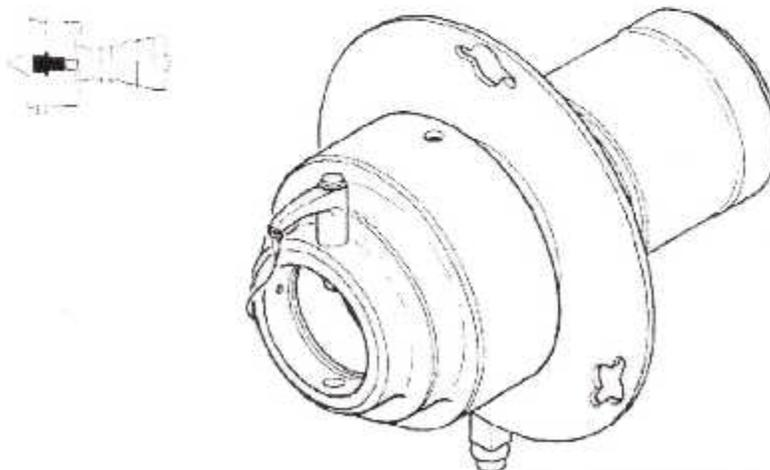
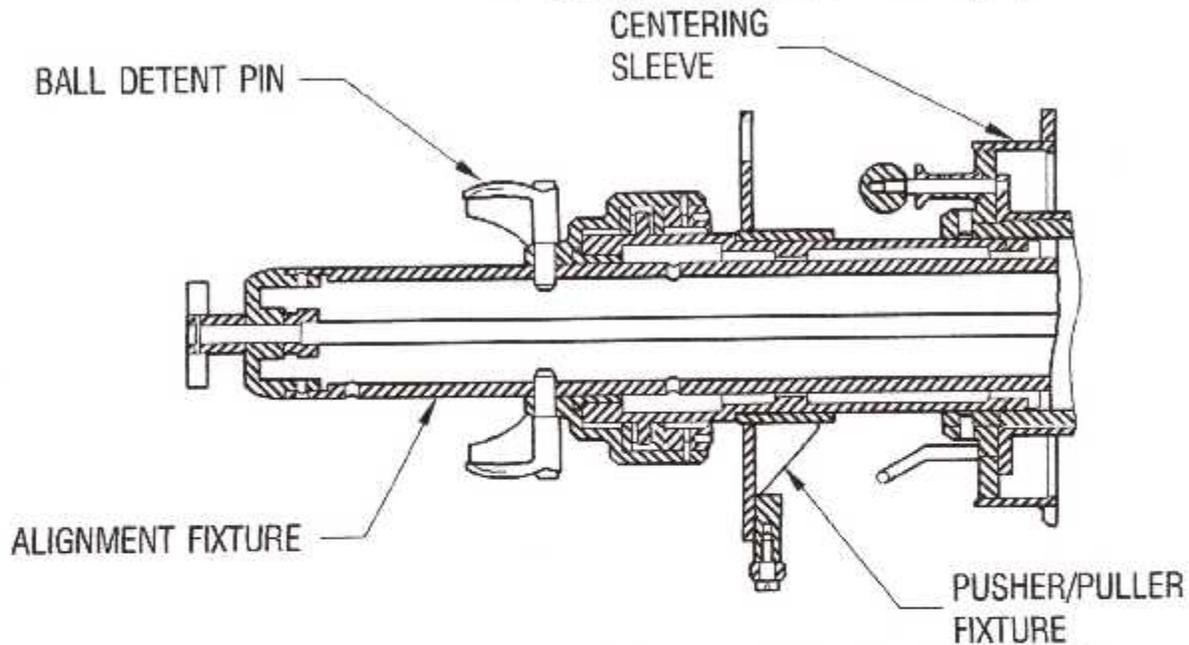

Fig. III. 34: Dispositif d' Enfoncement/ Extraction, 856A3504G03.
Fig. III. 35: Installation du Dispositif d'Enfoncement/ Extraction, 856A3504G03, Sur la Douille du Centrage.
- b. On Installe **Dispositif d'Enfoncement/ Extraction, 856A3504G03.** fig. III. 34 sur la douille du centrage. (fig. III. 35). comme suite.